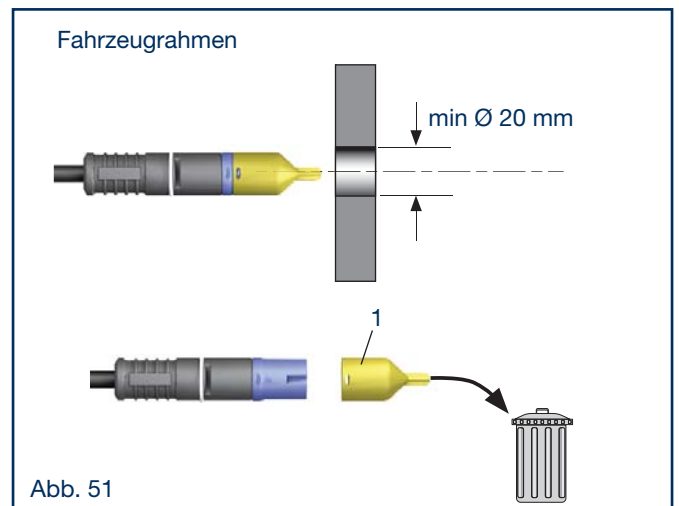

Abb. 51
Führen Sie alle Steckverbinder mit aufgesetzter Schutzkappe durch das Chassis, damit die Kontakte nicht verunreinigt werden (Abb. 51).
Nehmen Sie die Schutzkappe (1) vom Steckverbinder ab, bevor Sie ihn an die ECU anschließen (Abb. 51).